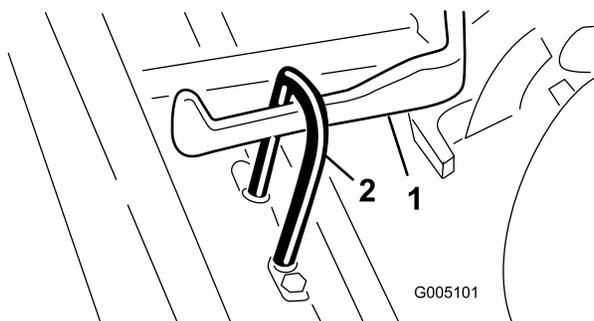

Рисунок 7
2. Задвиньте режущий блок под тяговую раму так, чтобы подъемный крюк зацепился за подъемный рычаг (**Рисунок 7**).